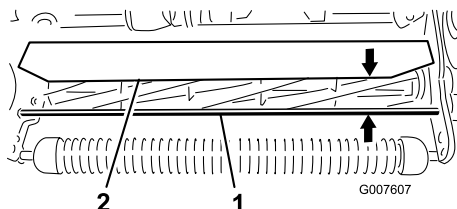

Figure 45
1. Mesurez la distance entre le haut de la tige de support avant et le rebord avant du déflecteur, à chaque extrémité du plateau de coupe (Figure 45).